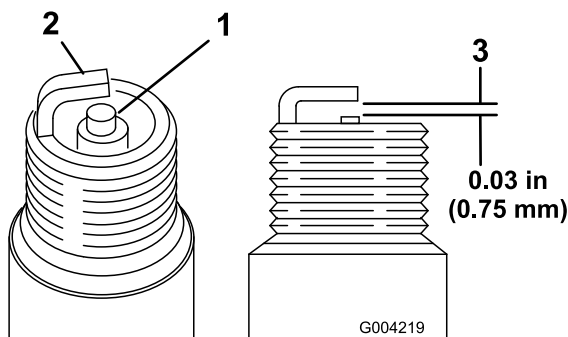

Figura 34
2. Compruebe la separación entre los electrodos central y lateral (Figura 34).
3. Si la distancia no es correcta, doble el electrodo lateral (Figura 34).
1. Mire la parte central de ambas bujías (Figura 34).